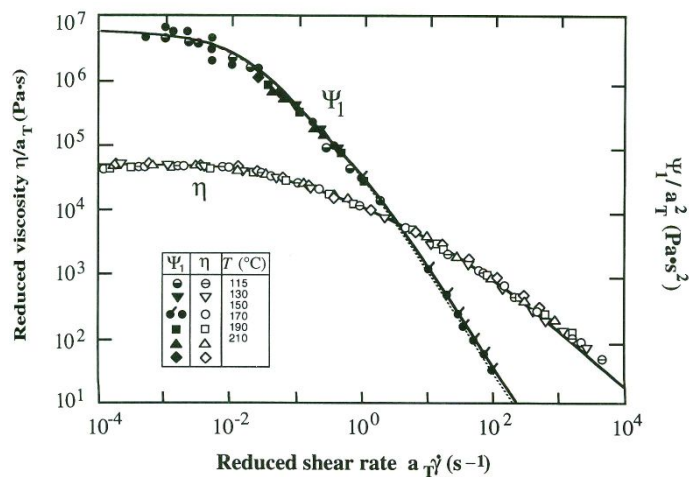

FIG. 1: Courbes maîtresses de la viscosité réduite  $\eta(\dot{\gamma})$  et du coefficient  $\psi_1(\dot{\gamma})$  de différence des contraintes normales.
Le comportement en écoulement du PolyÉthylène Haute Densité (PEHD) est présenté en FIG. 1. La viscosité de cisaillement  $\eta(\dot{\gamma})$  et  $\psi_1(\dot{\gamma}) = \frac{\sigma_{11} - \sigma_{22}}{\dot{\gamma}^2}$  ont été réduits en utilisant le principe de superposition temps-température.
5. Ces prédictions sont-elles réalistes ? Comparer les aux données de la FIG. 1.